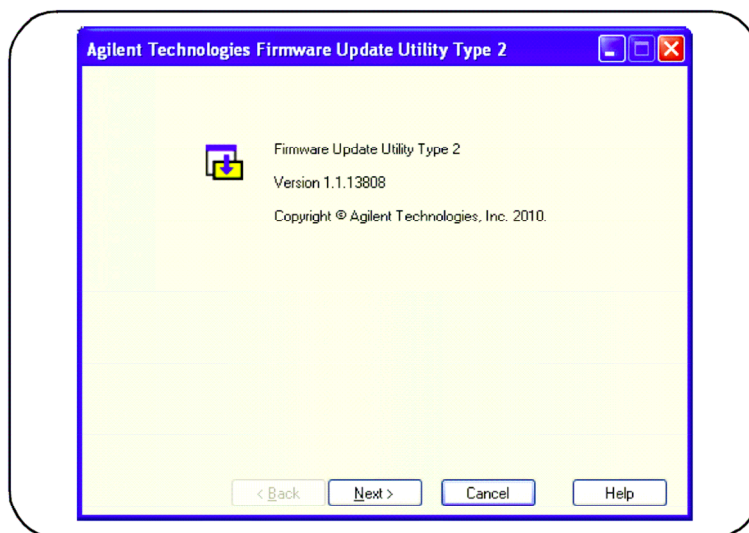

Рис. 2-9 Окно выбора файлов утилиты микропрограммного обновления
1. Запустите утилиту из установочной директории или из пускового меню компьютера. Должно появиться окно, подобное тому, что показано на рис. 2-9.